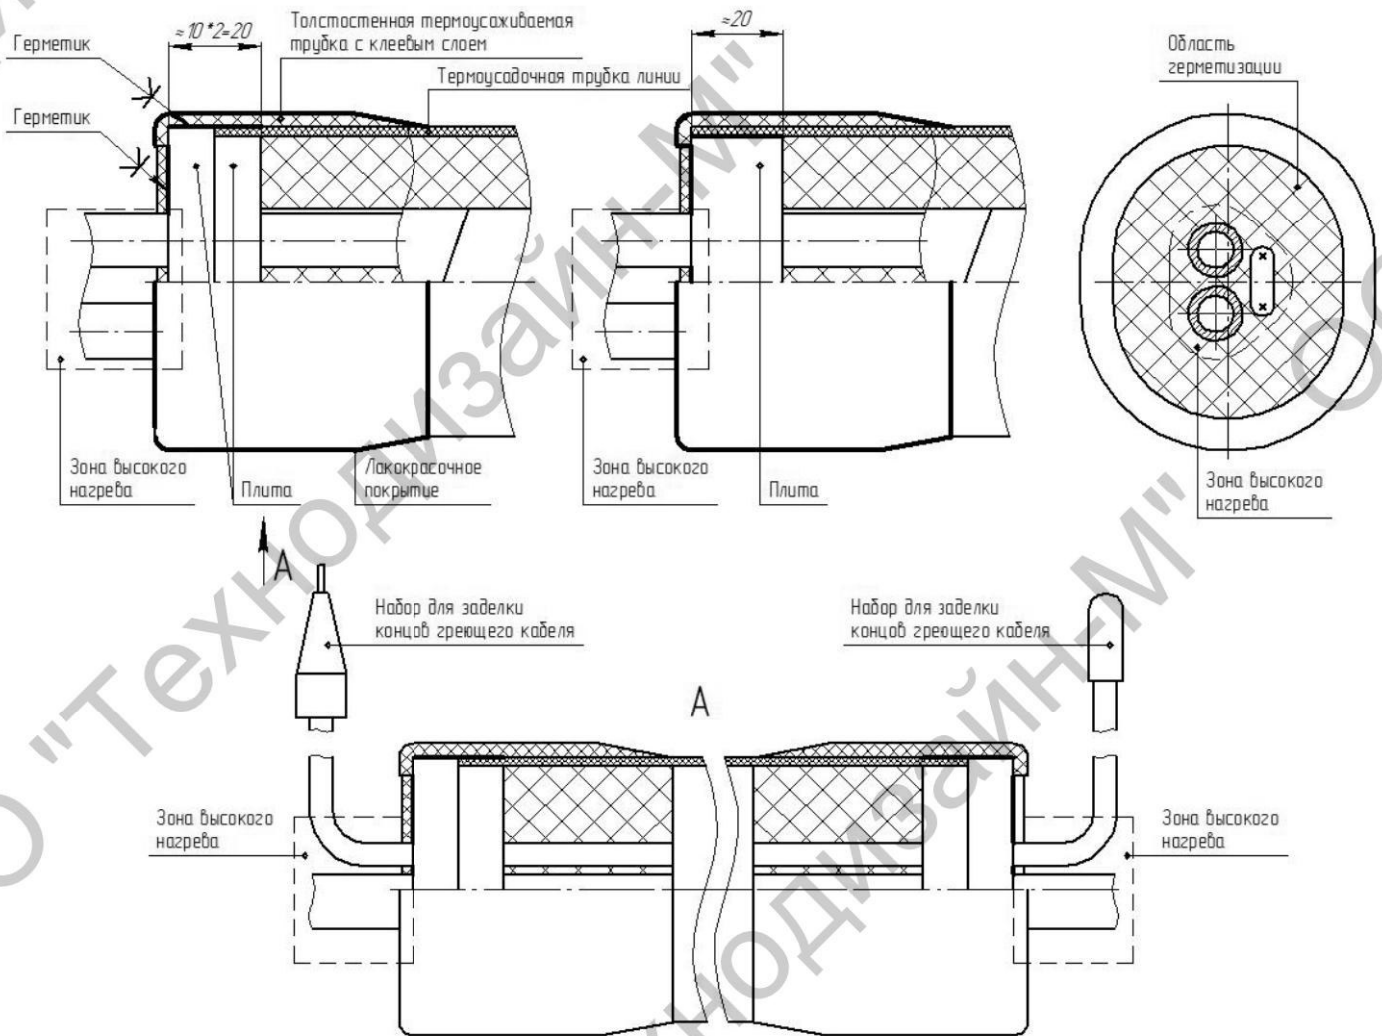

Рис.1. Монтаж комплекта ТДМ-ТИЛ-Э-ЕК-КЗиГКЛ с использованием плит на примере линии с двумя импульсными трубками.
1. Конец линии зачистить от внешнего слоя изоляции из базальтовых шнуров на необходимую для монтажа величину (см. рис.1).